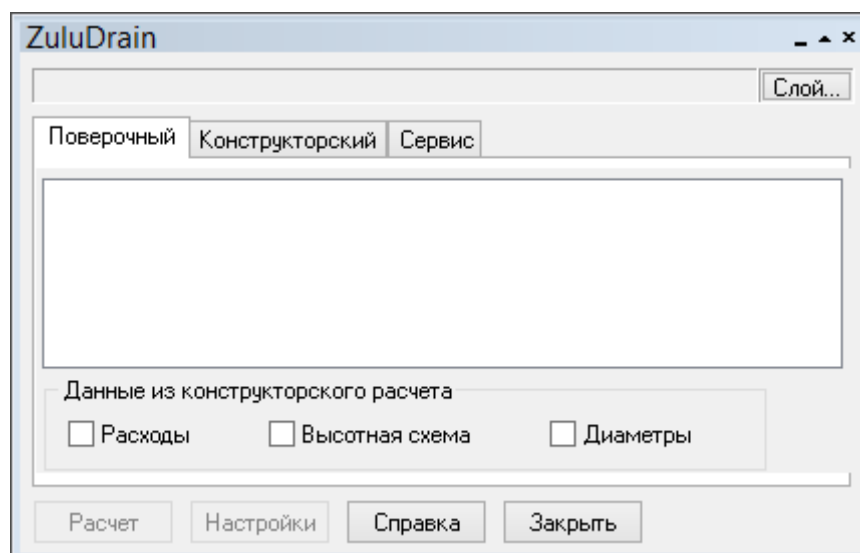

Рисунок 51. Панель гидравлических расчетов
1. Выберите команду главного меню **Задачи|ZuluDrain** или нажмите кнопку  на панели инструментов. На экране появится панель гидравлических расчетов (**Рисунок 51, «Панель гидравлических расчетов»**).